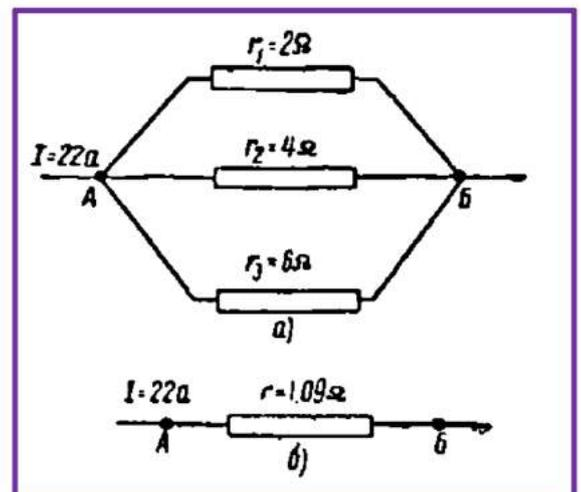

Рис. 19. К примеру 34
**Пример 34.** Пусть требуется определить токи в каждой ветви при параллельном их соединении, изображенном на рис. 19, а.
Теперь все разветвление мы можем изобразить упрощенно как одно сопротивление (рис. 19, б).
Возвращаясь снова к рис. 19, а, видим, что все три сопротивления окажутся под напряжением 24 в, так как они включены между точками А и Б.
**Пример 35.** Определить общее сопротивление смешанного соединения, представленного на рис. 19, если